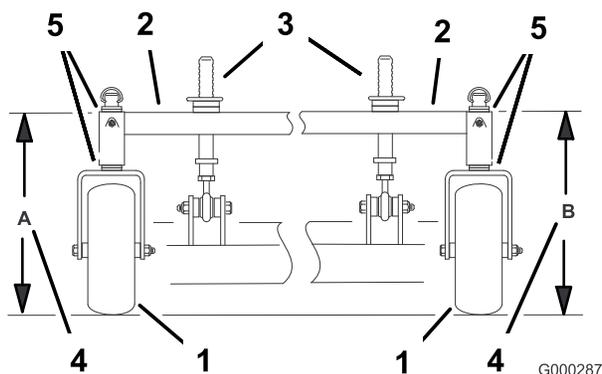

Figura 70
- Mida la altura del bastidor de tiro en la posición **A** (Figura 70).
- Mida la altura del bastidor de tiro en la posición **B** (Figura 70).